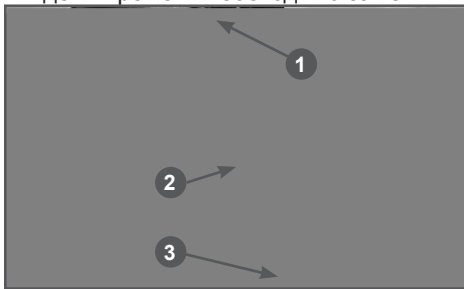

Рис. 31 Проверка состояния ремня привода
3. Попросите помощника нажать рычаг остановки двигателя. Медленно проворачивая коленчатый вал двигателя за нож, внимательно осмотрите ремень 2 привода хода на наличие трещин, разрывов, отслоения корда (Рис. 31). При обнаружении повреждений ремень необходимо заменить.
2. Снимите старый ремень 2 со шкивов 1 вала двигателя и редуктора 3 (Рис. 31).